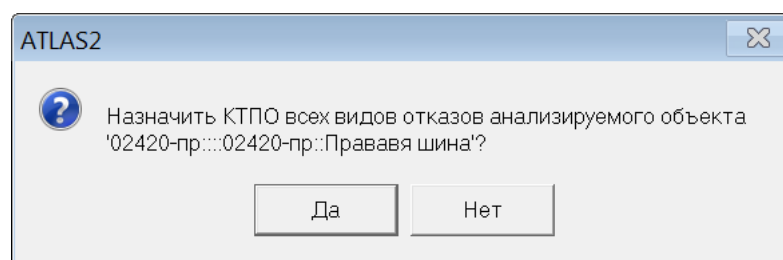

Рис. 11-132 – Диалоговое окно для подтверждения действия
5) В открывшемся диалоговом окне нажать «Да» для подтверждения действия (рис. 11-132).